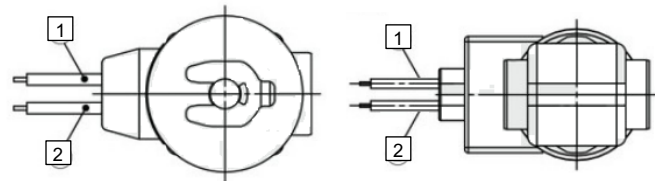

Figure 4. Fil nuyé et fil nuyé avec PCB
- Ne pliez pas les câbles à plus de 90° avec un rayon inférieur à 20 mm, au risque de les endommager. Voir Figure 4.